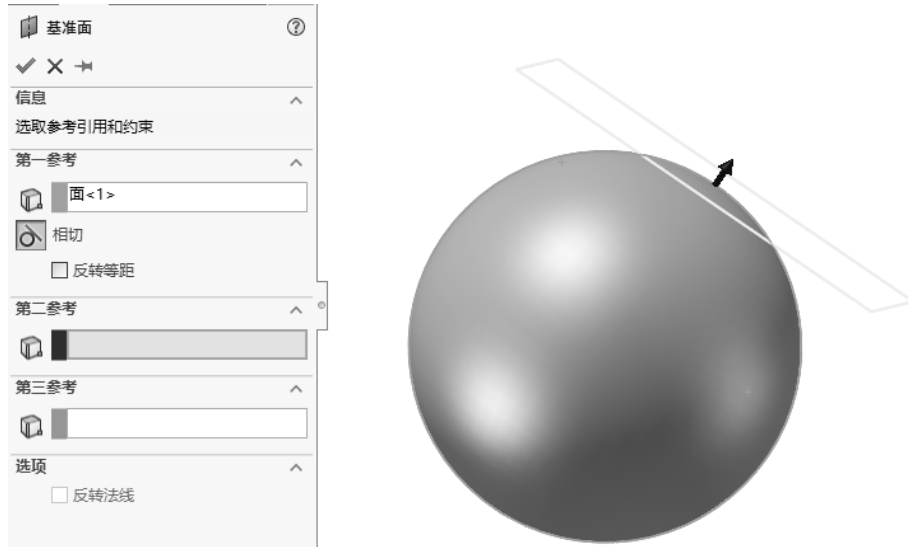

图 1-87 与圆弧相切创建基准面
(3) 用户可以选择一个圆弧面建立平面，当选择圆弧面时，系统会弹出【相切】等选项，如图 1-87 所示。